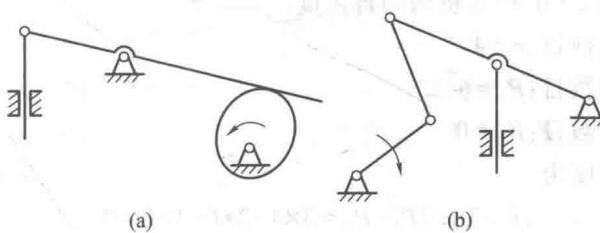

图 2-3
**习题 2-2 验算图 2-3 所示机构能否运动，如果能运动，看运动是否具有确定性，并给出具有确定运动的修改办法。**